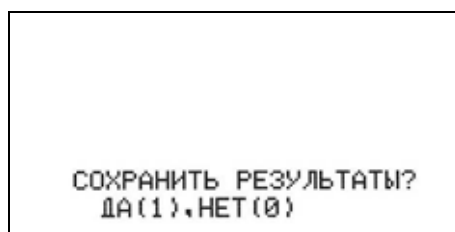

Рисунок 36 - Экран дефектоскопа при завершении контроля.
5.5.2.16 Остановить проведение толщинометрии можно нажатием клавиш «0» или «Enter» (см. рисунок 36).